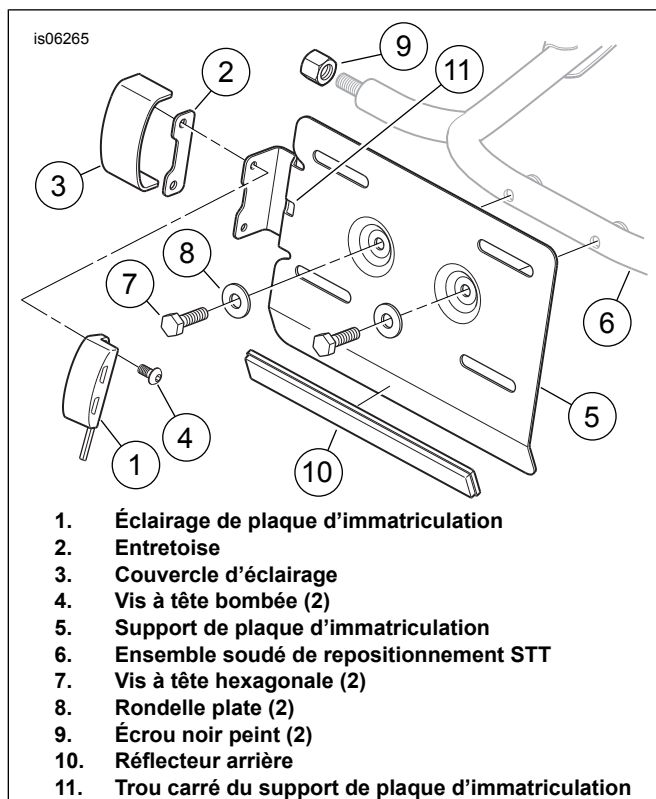

Figure 2. Installation de l'éclairage de la plaque d'immatriculation
2. Voir Figure 2. Monter l'éclairage (1), l'entretoise (2) et le couvercle (3) sur le support de plaque d'immatriculation (5) dans la séquence indiquée et serrer bien les vis (4).
3. Prendre l'ensemble soudé de repositionnement STT (6), deux vis (7) et deux rondelles plates (8) du kit.
7. Voir Figure 2. Introduire les fils de l'éclairage de plaque d'immatriculation (1) et le conduit dans le trou carré (11) du support de plaque d'immatriculation (5). Voir Figure 7. Guider les fils et le conduit dans le trou (C) du tube d'ensemble soudé de repositionnement STT et pousser les fils au-delà du joint en Y (D) sur le côté gauche du tube jusqu'à ce que les extrémités isolées des fils soient exposées au niveau de l'ouverture avant.